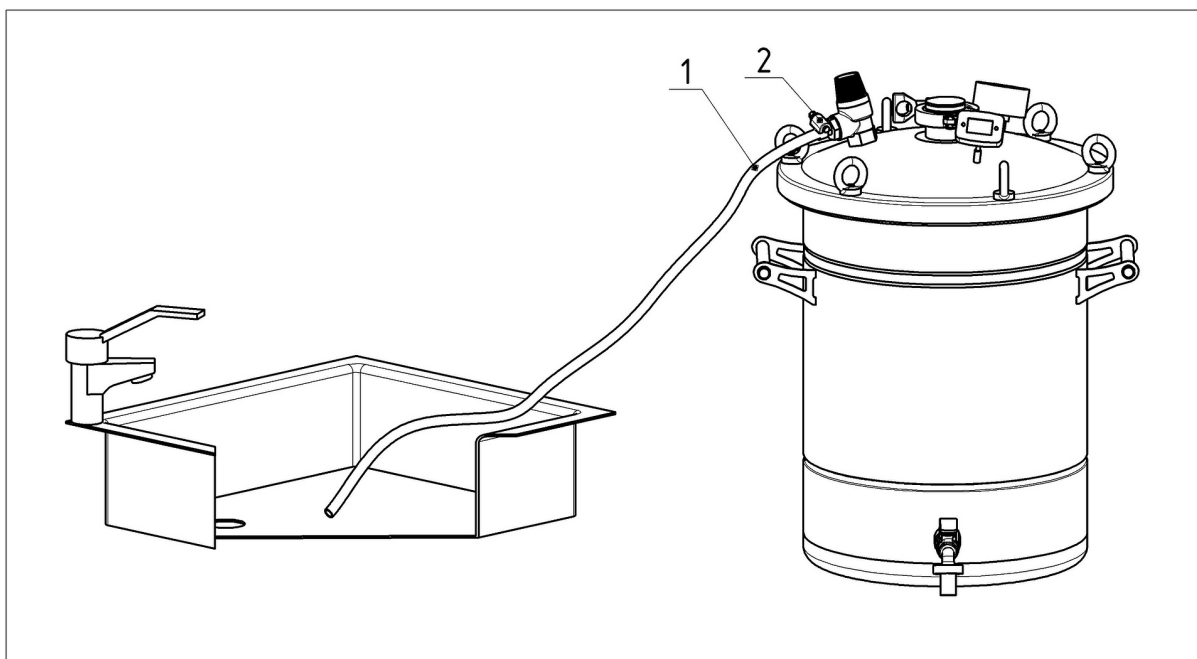

Рисунок 2 — Установка шланга для для выхода избыточного давления (горячего пара) из автоклава.
- установить в верхней части бака силиконовую прокладку (6);
- накрыть автоклав крышкой (5) и плотно зафиксировать её с помощью рым-болтов (16) (6 шт.);
- на штуцере «ёлочка» (11) клапана сброса избыточного давления (10) с помощью хомута зафиксировать шланг;
- с помощью шланга соединить штуцер (11) с термостойкой ёмкостью (кухонная раковина, иные металлические ёмкости, термостойкий пластик и т.п.) (Рисунок 2).